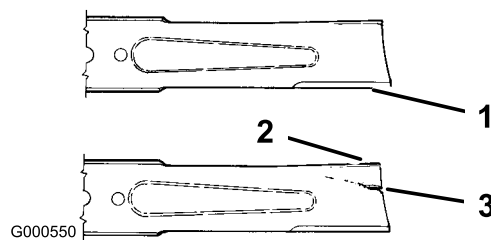

Figura 34
1. Controllate i taglienti (Figura 34). Se i taglienti non sono affilati o presentano intaccature, togliete le lame ed affilatele; vedere Affilatura delle lame.
2. Controllate le lame, in particolare l'area curva (Figura 34). In caso di danni, usura o scanalature nell'area (Figura 34, voce 3) montate immediatamente una nuova lama.